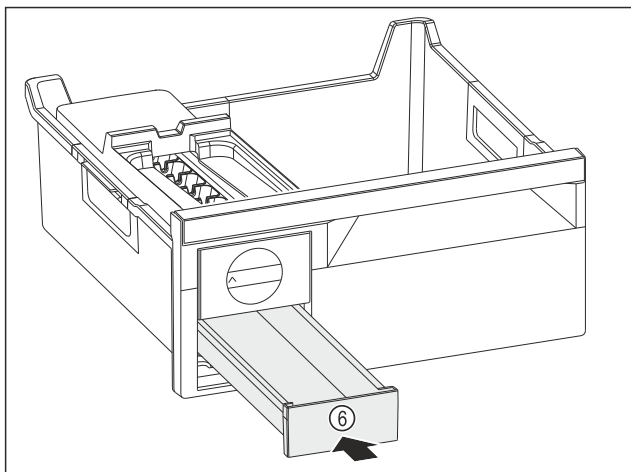

Fig. 87
- ▶ Inserați sertarul pentru cuburi de gheață Fig. 87 (6).